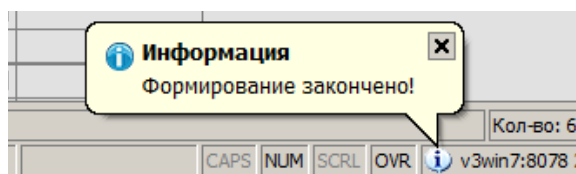

Рисунок 136. Пример сообщения в окне "Информация"
- в окне «**Информация**» появится сообщение «**Формирование закончено!**» (рис. 136);